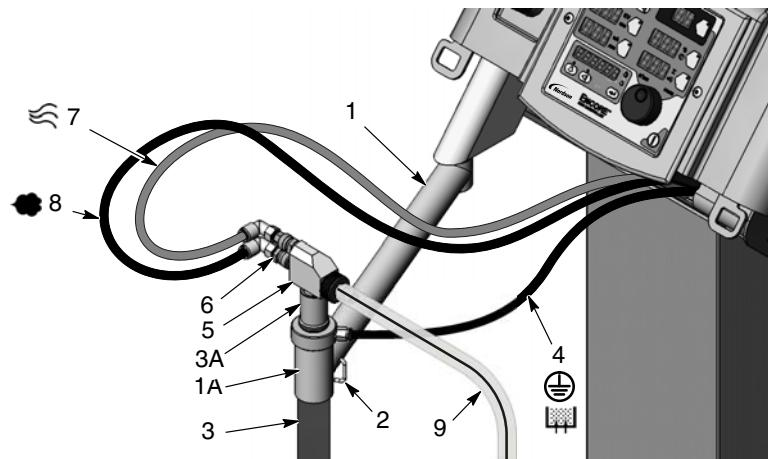

Рис. 3-6 Система VBF – монтаж всасывающей трубы и насоса
1. См. рис. 3-6. Распаковать всасывающую трубку (3).
2. Отвести в сторону штангу всасывающей трубы (1) над вибростолом, отвести скобу всасывающей трубы (2), а затем протолкнуть всасывающую трубку через ее держатель (1A).
3. Установить насос (5) в его переходник (3A) легким вращательным движением.
- голубой 8-мм пневмошланг распыла (7) в верхний фитинг насоса,
- черный 8-мм пневмошланг дозировки (8) в нижний фитинг насоса,
- черный 6-мм пневмошланг псевдоожижения (4) в фитинг всасывающей трубы.
**ПРИМЕЧАНИЕ:** Насос снабжен быстроразъемными соединителями (6). Для отсоединения необходимо оттянуть накатанное кольцо соединителя.
5. Присоединить к насосу один конец порошкового шланга (9).